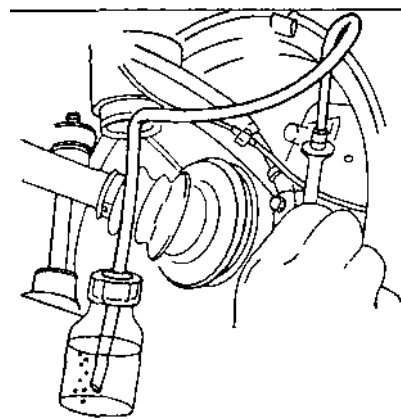

Рис. 7.7.
- один раз медленно нажать до упора на педаль тормоза и, удерживая ее, ослабить перепускной клапан для того, чтобы удалить воздух из колесного тормозного цилиндра (о наличии воздуха можно судить по его пузырькам, выходящим из шланга в сосуд с тормозной жидкостью) (рис. 7.7);